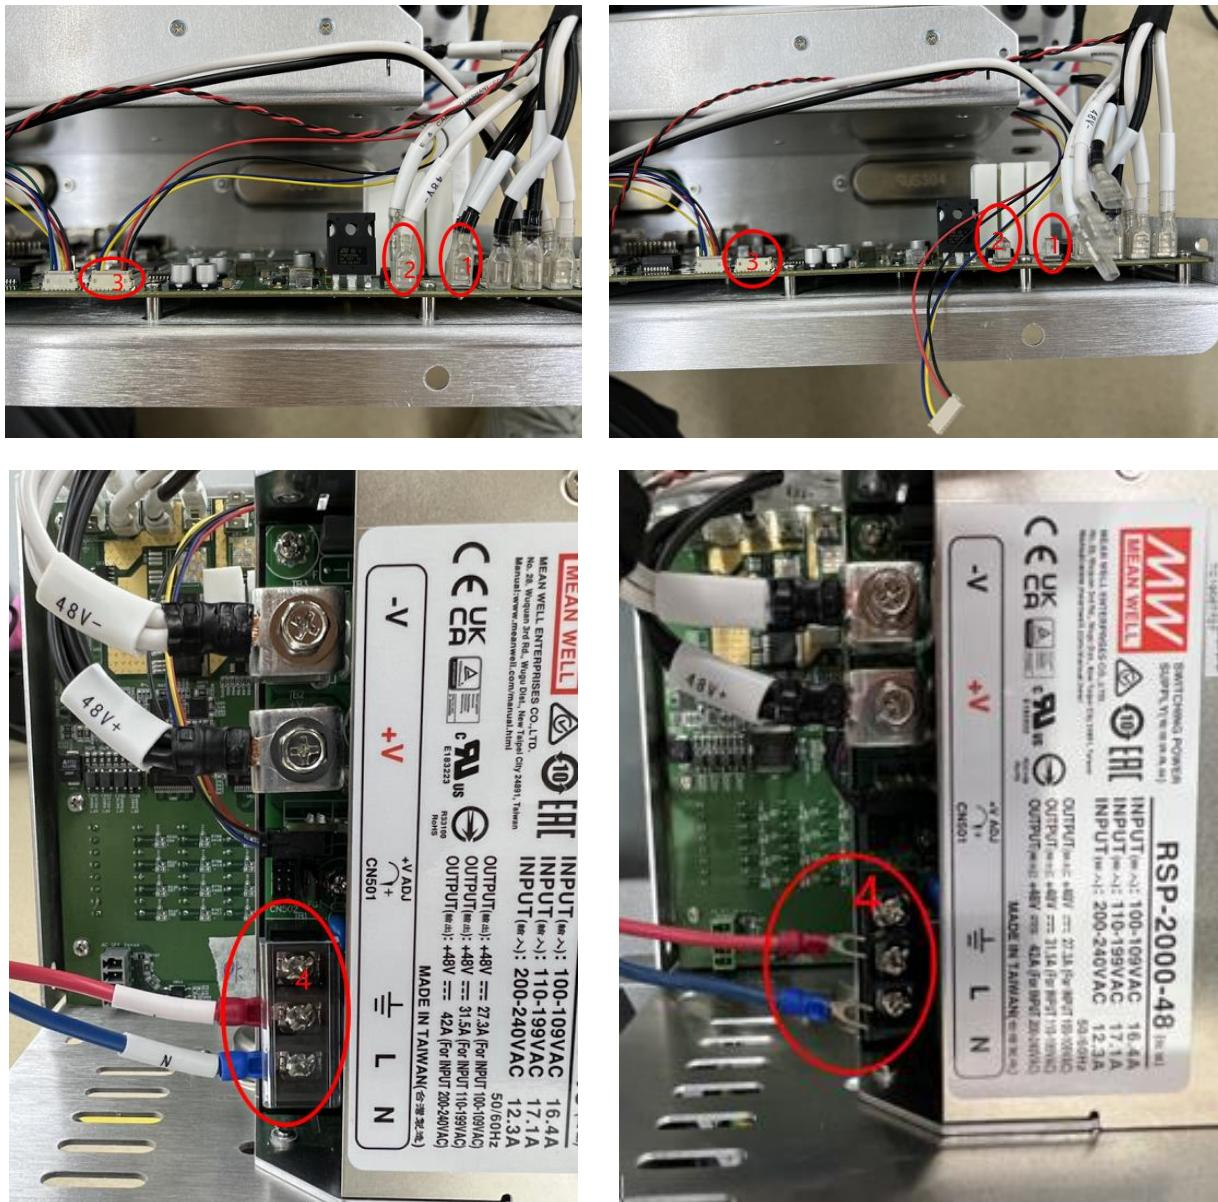

图 3-26 控制柜上的电源连接线位置
- 断开开关电源到控制柜上的连接线, 如图 3-26 所示: